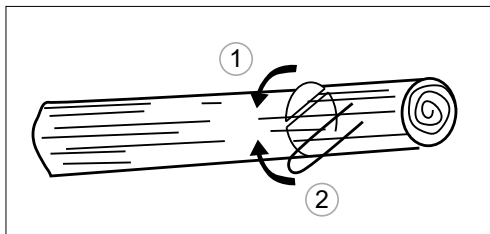

Рис. 22
3. В случая когато дънерът е върху опори от двата края, прорежете отначало отгоре на 1/3 на диаметър на дънера за да избегнете разделяне. След това завършете срезотдолу така, че той да съвпадне с първи срез, като избягате заклиняване (рис. 22).